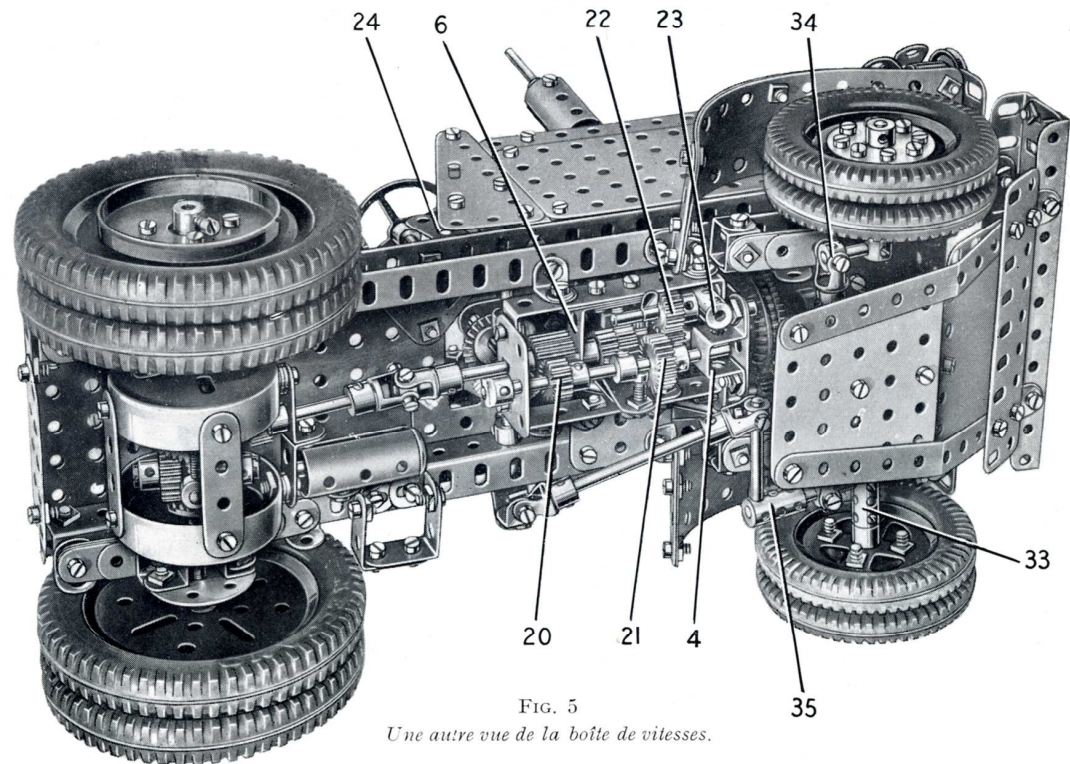

FIG. 5
Chacune des roues avant (fig. 5 et 8) est constituée par deux poulies de 5 cm. tenues l'une contre l'autre par 4 boulons de 19 mm. qui tiennent également un disque de 35 mm. sur la poulie extérieure. La roue tourne librement sur une tringle de 4 cm. tenue dans un accouplement (33). Ces accouplements sont fixés sur des tringles de 2,5 cm. qui tournent librement dans les bras de manivelle (32)
châssis par une bague d'arrêt. Une équerre est fixée à l'aide de contre-écrous sur le bras de manivelle (37) et sur l'équerre est fixée, à l'aide de contre-écrous, une petite chape d'articulation de 2 mm. qui porte une tringle de 6 cm. Cette tringle est réunie à une tringle de 5 cm. fixée dans l'accouplement (35) par un accouplement à cardan qui provient d'un accouplement universel. Une plaque de protection est placée sous le mécanisme de direction, comme le montre la figure 5. Cette plaque est fixée sur la cornière (3) (fig. 2) par des équerres à 135° , et elle est tenue par une équerre renversée de 25 mm. boulonnée sur l'essieu.